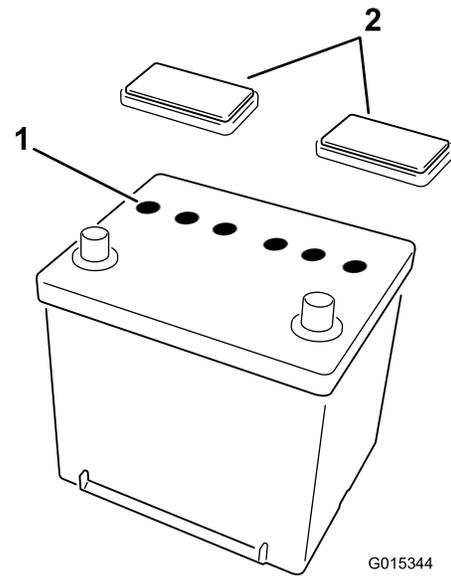

Figura 1
2. Retire los tapones de ventilación de la batería (Figura 1). Llene cuidadosamente cada celda con electrolito hasta que las placas estén cubiertas de aproximadamente 6 mm de fluido.
3. Espere unos 20–30 minutos para que el electrolito penetre en las placas. Rellene si es necesario para que el electrolito llegue a una distancia de aproximadamente 6 mm del fondo del hueco de llenado (Figura 1).